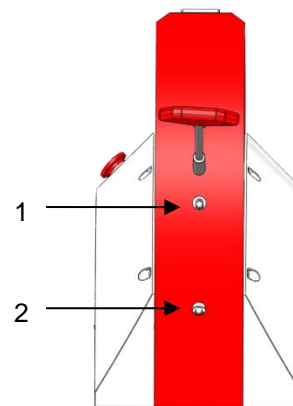

Fig. 8.05
- Vous pouvez régler l'hauteur de fermeture des matrices avec le clé à canon 8 mm avec le six-pans avant (Fig. 8.05, Pos. 1), selon les besoins d'application:
- Vous pouvez régler la course de retour avec le clé à canon 8 mm avec le six-pans avant (Fig. 8.05, Pos. 2), selon les besoins d'application: